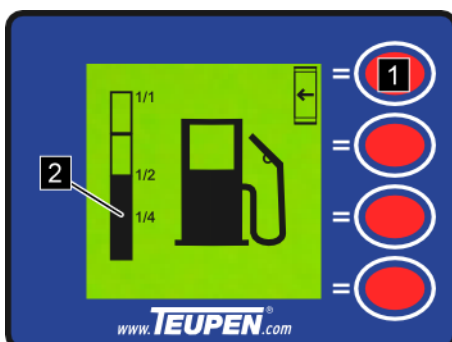

Abb. 64: Kraftstoffanzeige
Der Kraftstofffüllstand wird an der Säule (Abb. 64/2) angezeigt.
- Mit der [Funktionstaste] (Abb. 64/1) zurück in das „Hauptmenü“ springen.